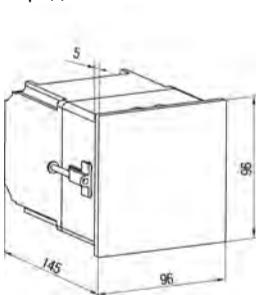

Рисунок 2 – Габаритные размеры корпуса Щ4
- Подготовить на щите управления место для установки прибора (см. рисунок 2).